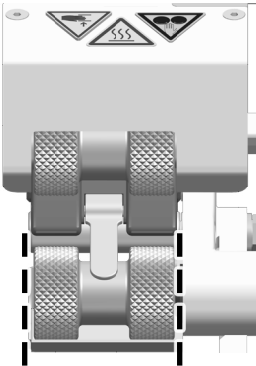

Abbildung 1
Kontrollieren Sie, ob der **Heizkeil (15)** mittig zur **Antriebs-/Andruckrolle unten (11)** ausgerichtet ist (Abbildung 1). Wenn dies nicht der Fall ist: